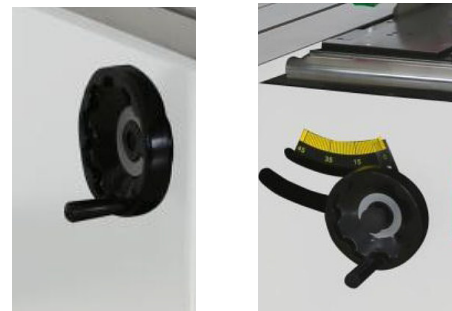

Abb. 44: Handrad für die Einstellung des Neigungswinkels (links)
- Schritt 1: Den Klemmhebel für das Handrad für die Einstellung des Sägeblatt-Neigungswinkels (Abb. 44, links) lösen.
- Schritt 2: Mit dem Handrad den gewünschten Neigungswinkel des Sägeblatts mit Hilfe der Skala (Abb. 44, rechts) einstellen. Danach das Handrad mit dem Klemmhebel wieder arretieren.